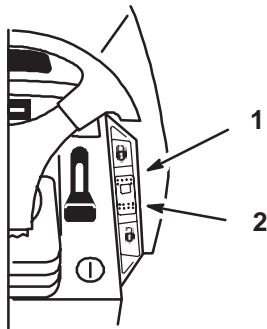

Bild 25
Ein 3-Positions-Schalter auf dem Armaturenbrett (Bild 25) mit den folgenden Funktionen: Verklinte Aktivierung (unter Federdruck), „Ein“ und „Entriegelt – Aus“. Der Tempomat regelt die Fahrpedalstellung ohne Fußdruck. Die Geschwindigkeitsregelung dient nur dem Einsatz bei der Vorwärtsfahrt. Benutzen Sie den Tempomat nie im Rückwärtsgang.
1. Beginn der Traktorfahrt: Siehe „Vorwärts- und Rückwärtsfahren“ auf Seite 23. Schieben Sie, während Sie mit dem Fuß gleichmäßig auf das Fahrpedal treten, den Tempomatschalter (Bild 25) auf **Verklinkt-EIN**.
1. Schieben Sie, während Sie mit dem Fuß gleichmäßig auf das Fahrpedal treten, den Tempomatschalter (Bild 25) auf **„Entriegelt – Aus“**.